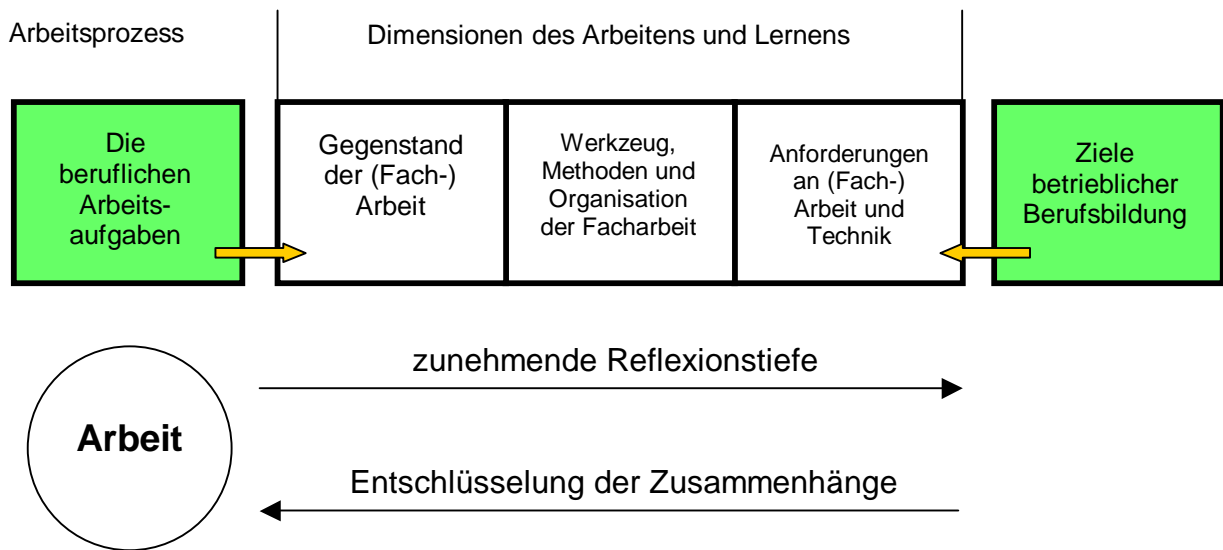

Abb. 1: Identifizierung und Bestimmung der Ausbildungsinhalte unter dem Aspekt der beruflichen Qualifikationsanforderungen
- den Anforderungen an Arbeit und Technik (vgl. Abb. 1).